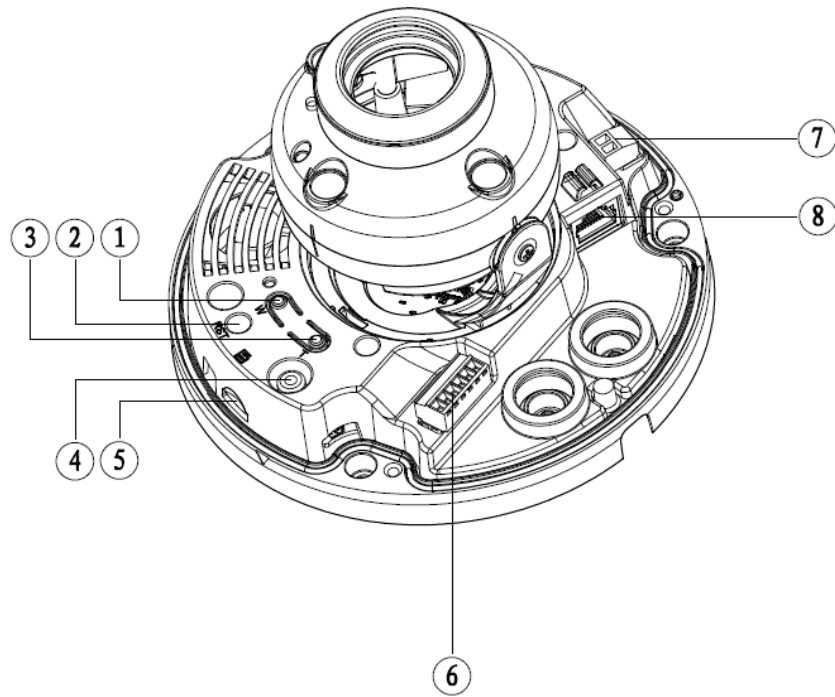

Рисунок 3
Откройте корпус устройства и найдите слот для карты «Micro SD». Определите направление карты «Micro SD», руководствуясь направлением, указанным на устройстве, и вставьте карту «Micro SD» в слот (рис. 3)
Кнопка аппаратного сброса используется для возврата к настройкам по умолчанию. Если нажать и удерживать эту кнопку в течение 5 секунд, конфигурация системы вернется к заводским настройкам (рис.3).
4.5 Снимите корпус с устройства и подключите соединительные провода (разъемы) в соответствии со схемой внешних подключений (рис.3) и соблюдением полярности.